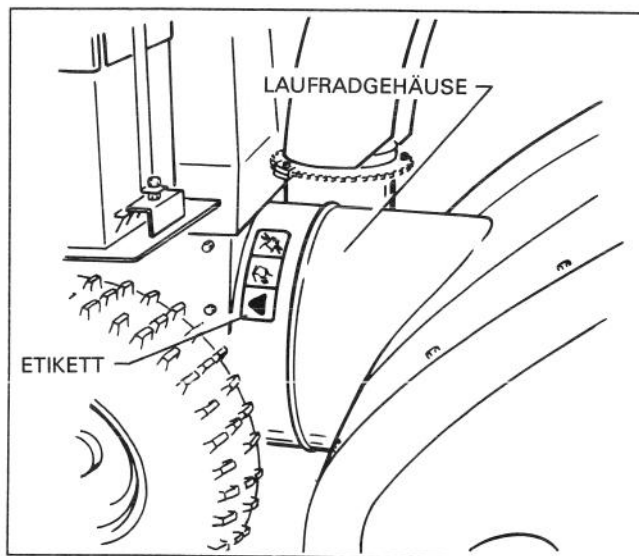

Abb. 22
46. Das Warnschild auf dem Laufradgehäuse anbringen (Abb. 22).